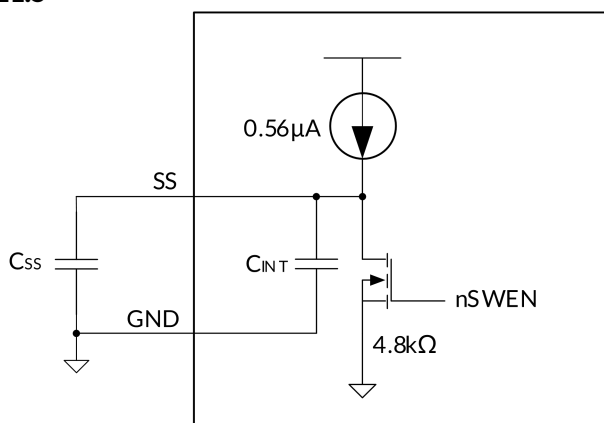

图 23. 输出电压斜坡时间  $t_{dV/dt}$  由电容  $C_{dV/dt}$  设定
**TLX2604** 专为控制热插拔场景下的浪涌电流而设计，适用于将板卡插入带电背板或其他“热”电源时的工作环境。该设计能有效抑制背板供电电压的跌落，防止系统电源意外复位。通过受控软启动 (**SS**) 机制，还可消除传导性与辐射干扰。**SS** 引脚至 **GND** 的外接电容（如图 23 所示）决定着上电时输出电压的压摆率，其启动压摆率计算公式见公式 1：